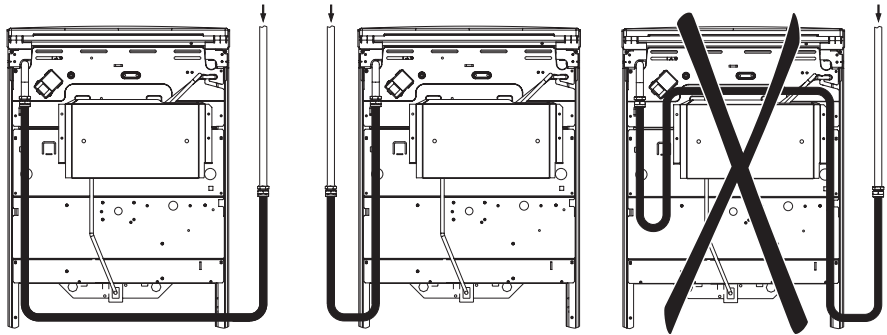

рис. 5
- гибкий присоединительный рукав не должен проходить в зоне горячего воздуха дымохода и касаться задней стенки плиты (рис. 5);
**Помните!** После установки плиты на место обязательно проверьте положение гибкого шланга подвода газа и шнура питания (рис. 5). Они не должны проходить над дымоходом и касаться задней стенки плиты. Во время работы духовки там возникает высокая температура, которая может их повредить.